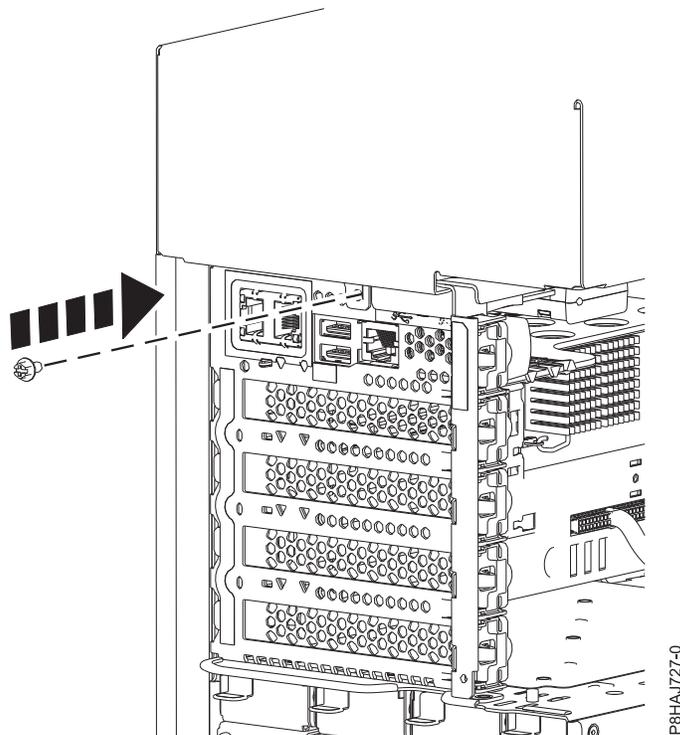

Figura 109. Colocación del tornillo de la cubierta lateral de 8286-41A
5. Ponga el tornillo posterior de la cubierta lateral con un destornillador de estrella, tal como se muestra en la Figura 109 en la página 139.